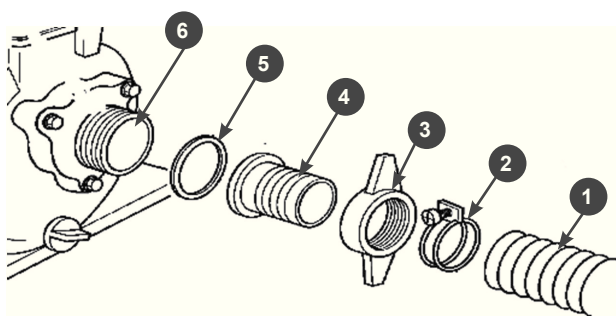

Рис.7
Установите всасывающий патрубок(4) через уплотнительную прокладку (5) к фланцу насоса(6) и плотно затяните гайку фланца(3) Рис.7.